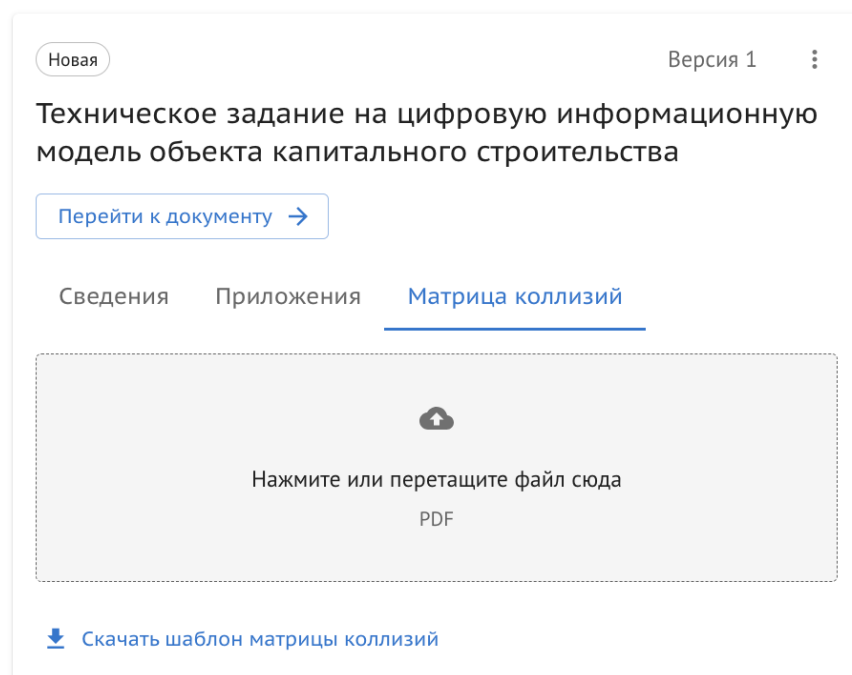

Рисунок 29. Карточка ТЗ. Матрица коллизий.
- Вкладка “Матрица коллизий”, где есть возможность скачать шаблон и добавить файл (Рисунок 29)